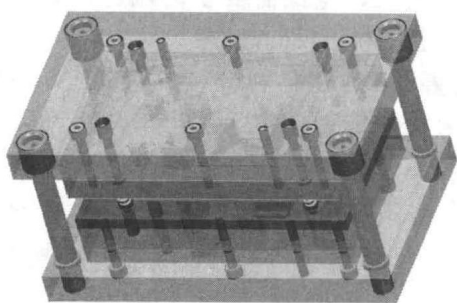

图9 模具完成效果图
5) 模具零件的进一步完善, 完成细节设计 (如图9所示)。